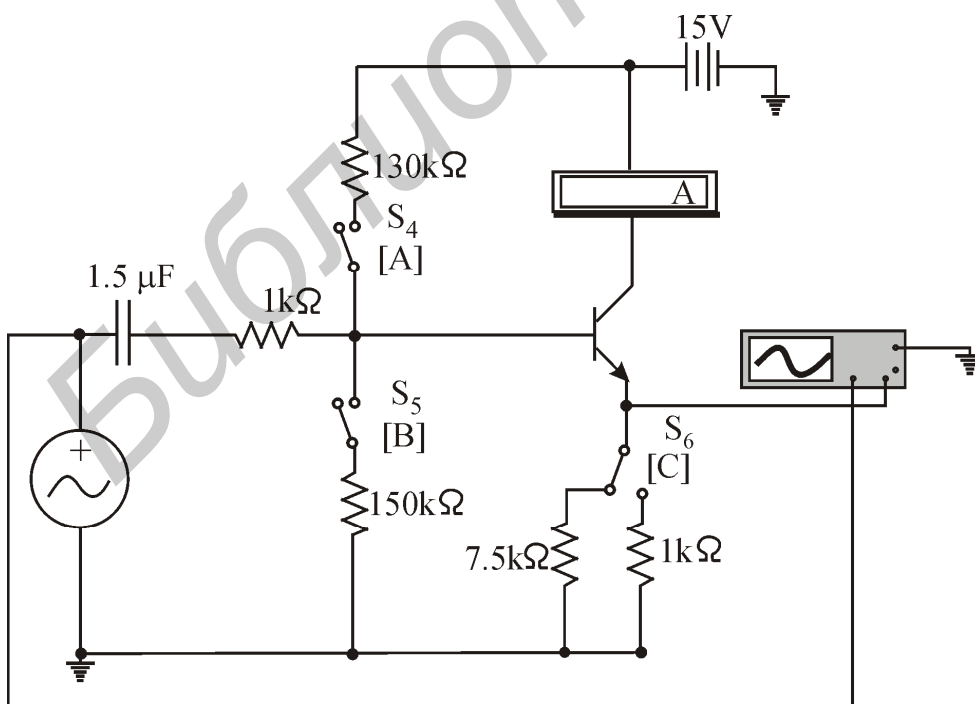

Рис.1.10. Эмиттерный повторитель
3.1. Соберите схему эмиттерного повторителя (рис.1.10).